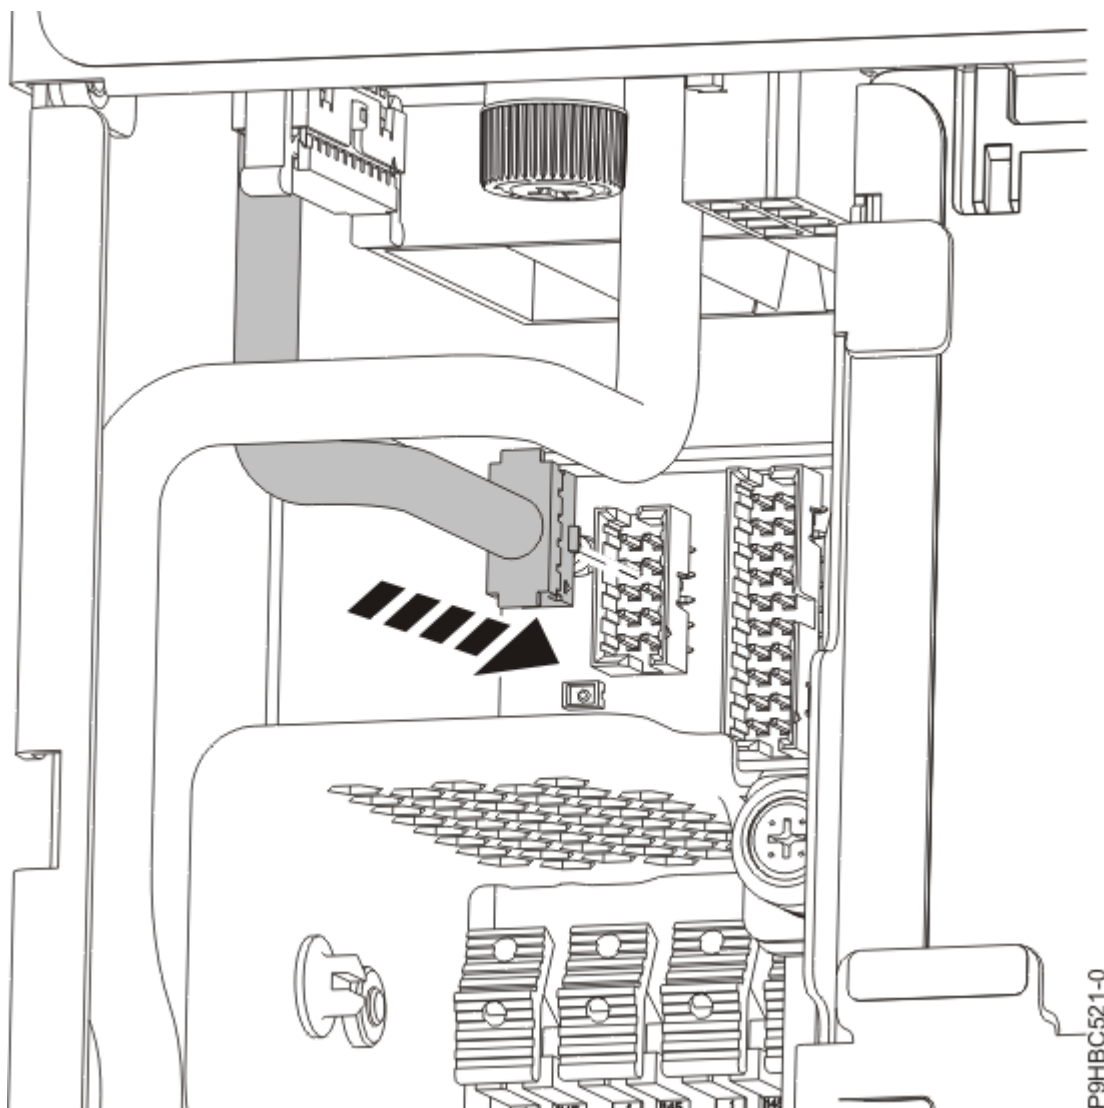

Figure 62. Connexion du câble d'écran du panneau de commande au fond de panier système
5. Connectez le câble d'écran du panneau de commande au fond de panier système, comme illustré à la Figure 62, à la page 68.